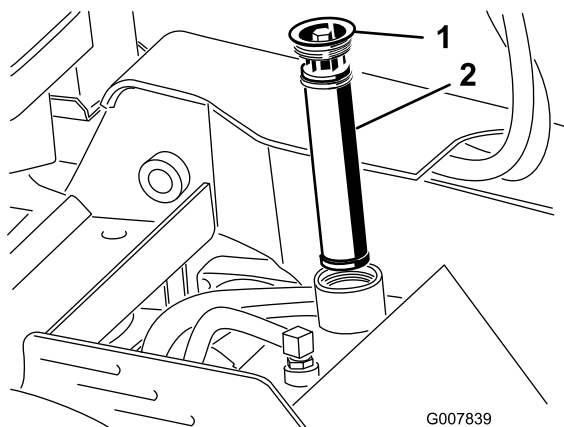

Figure 58
5. Déposez le filtre à huile et mettez-le au rebut (Figure 58).
6. Mettez en place le filtre hydraulique de rechange et le bouchon de remplissage (Figure 58), et serrez le boulon sur le dessus à un couple de 13 à 15,5 Nm.
6. Enlevez le bouchon de remplissage du réservoir hydraulique ainsi que le filtre (Figure 58).
12. Mettez en place le filtre hydraulique et le bouchon de remplissage (Figure 58), et serrez le boulon sur le dessus à un couple de 13 à 15,5 Nm.